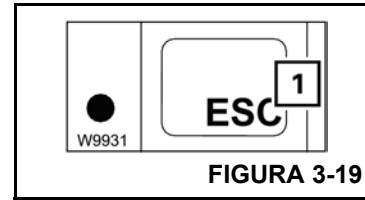

FIGURA 3-19
Para sair do submenu de erro, pressione uma vez o botão **Esc** (1) (Figura 3-19). Será aberto o mesmo menu que estava aberto antes do submenu de erros abrir.